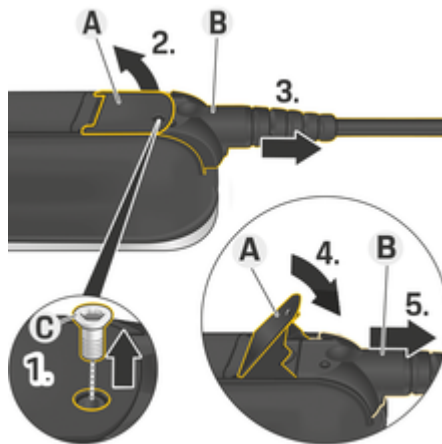

Рис. 147 Виймання кабелю
- 1. Відкрутіть гвинт **C** (Рис. 147) за допомогою відповідного інструмента.
- 2. Підніміть кришку **A** (Рис. 147).
- 3. Витягніть штекер **B** (Рис. 147) до першого упору.
- 4. Закрийте кришку **A** (Рис. 147).
- 5. Повністю витягніть штекер **B** (Рис. 147).